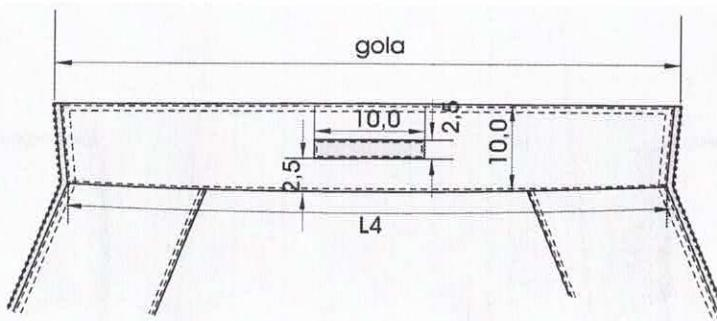

Figura 5- Detalhes da goia e do posicionamento do fecho de contato
4.5.1 Gola em tecido duplo, medindo 10,0 cm de altura e fecho de contato medindo 10,0 cm de comprimento por 2,5cm de largura. (ver Figura 5); e